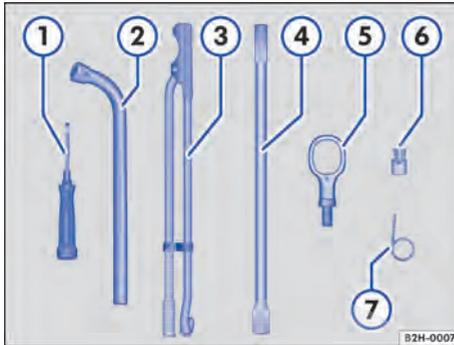

Fig. 147 Componentes das ferramentas de bordo.
Componentes das ferramentas de bordo ⇒ Fig. 147
- Alavancar para fora a capa de cobertura com o lado plano da chave de fenda ⇒ Fig. 147 ① na direção da seta ⇒ Fig. 150.
- Desparafusar o parafuso de segurança com a chave de roda \Rightarrow Fig. 147  no sentido anti-horário do suporte do aro \Rightarrow Fig. 152.